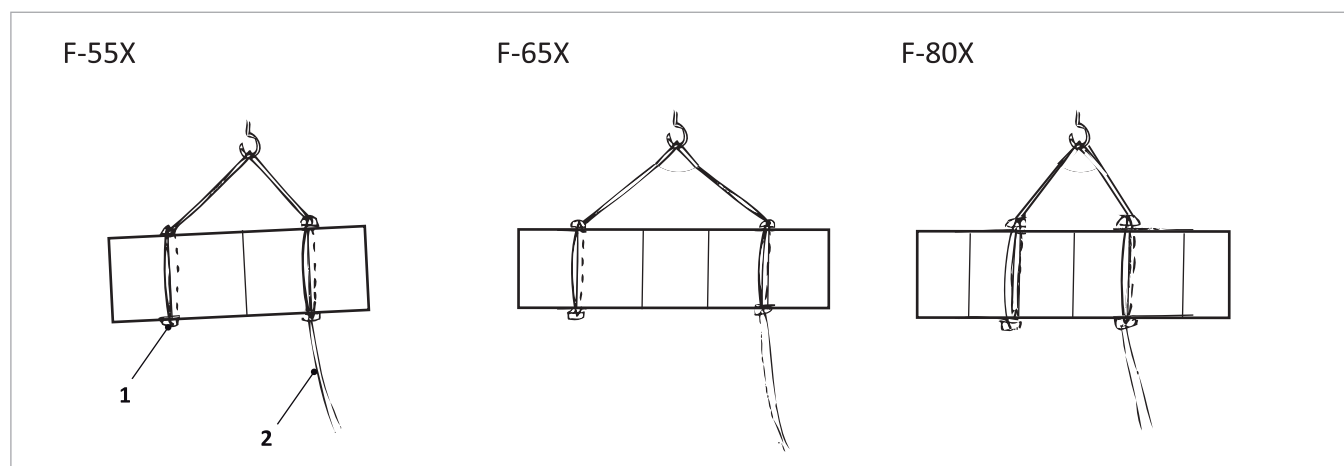

Abb. 2: SolvisFera – Position der Haltegriffe und Schlupfe
- Haltegriffe und Schlupfe gemäß → Abb. 2 am Kollektor befestigen